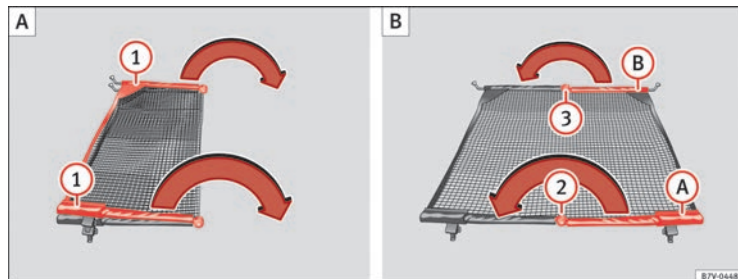

Fig. 94 Aprire la rete divisoria ①, quindi ritirarla nuovamente ② e ③.
Allargare completamente le barre trasversali della rete divisoria ⇒ fig. 94 ① nella direzione indicata dalla freccia fino ad udire un “clic”.
- Premere il pulsante di sblocco ⇒ fig. 94 **2** e, tenendolo premuto, piegare la barra **A** nella direzione indicata dalla freccia.
- Premere il pulsante di sblocco ⇒ fig. 94 **3** e, tenendolo premuto, piegare la barra **B** nella direzione indicata dalla freccia.